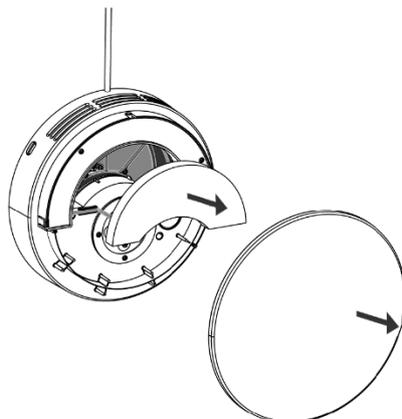

Figure 29 - Retirez le filtre interne.
2. Retirez le couvercle intérieur. Retirez le filtre usagé et éliminez les éventuelles saletés à l'aide d'un chiffon sec (voir Figure 29 ci-dessous). Le filtre usagé peut être jeté avec les déchets ménagers. Remettez le couvercle intérieur en place (n'installez pas encore le nouveau filtre).